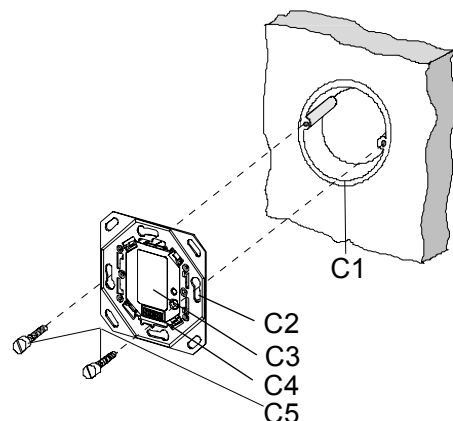

Bild 3: Montage des Treibers mit Bus- Anschluss
Der Treiber mit Bus- Anschluss ist so zu montieren, dass sich die Schnittstelle unten befindet (Bild 3). Dadurch ist sichergestellt, dass die auf die Schnittstelle aufzusteckende Anzeigeeinheit in der für die Bedienung richtigen Lage montiert wird.
- Lösen Sie die Schrauben des Treibers in der UP-Dose. (Bild 3)